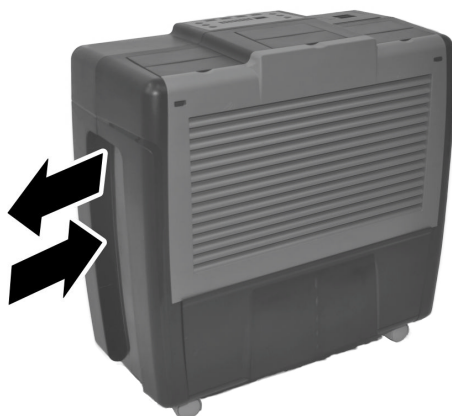

Abb. 3: Luftbefeuchter verschieben
- Den Luftbefeuchter, wann immer möglich, entlang der Längsachse verschieben (Abb. 3).